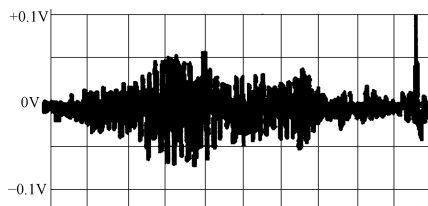

图 1-212 爆燃传感器波形
(6) **检测爆燃传感器的输出信号** 检测爆燃传感器的输出信号时,应先关闭点火开关,拔下传感器的插接器插头,再打开点火开关,起动发动机使之怠速运转。用示波器或万用表电压档检测传感器的两个接线端子 T3bh/1 与 T3bh/2,应符合图 1-212 所示波形输出。否则,应更换爆燃传感器。